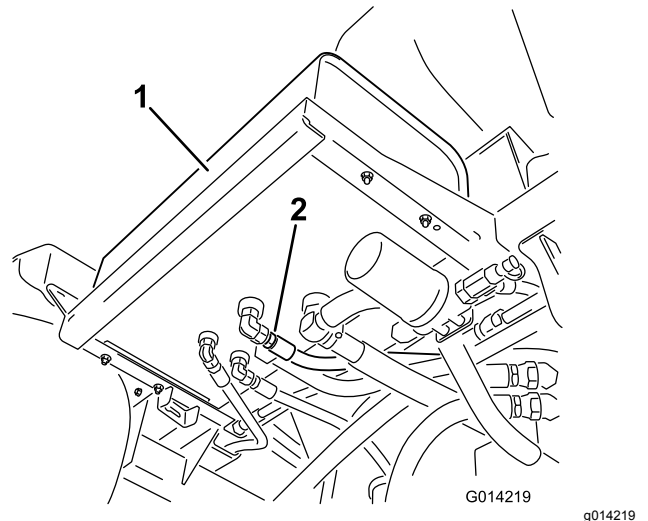

图72
2. 清洁液压油箱底部的一个液压软管接头周围的区域 图 72。
4. 从油箱上拆下软管接头、将油排放到盘中 图72。